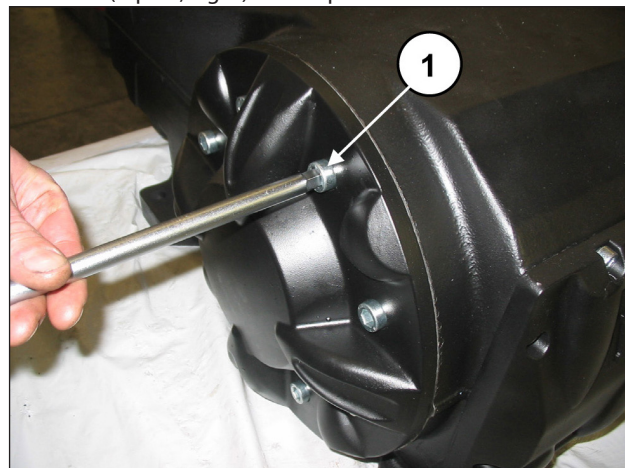

Fig. 4
De l'autre côté, dévisser les vis de fixation du couvercle du coussinet (rep. ①, Fig. 4) et le déposer.